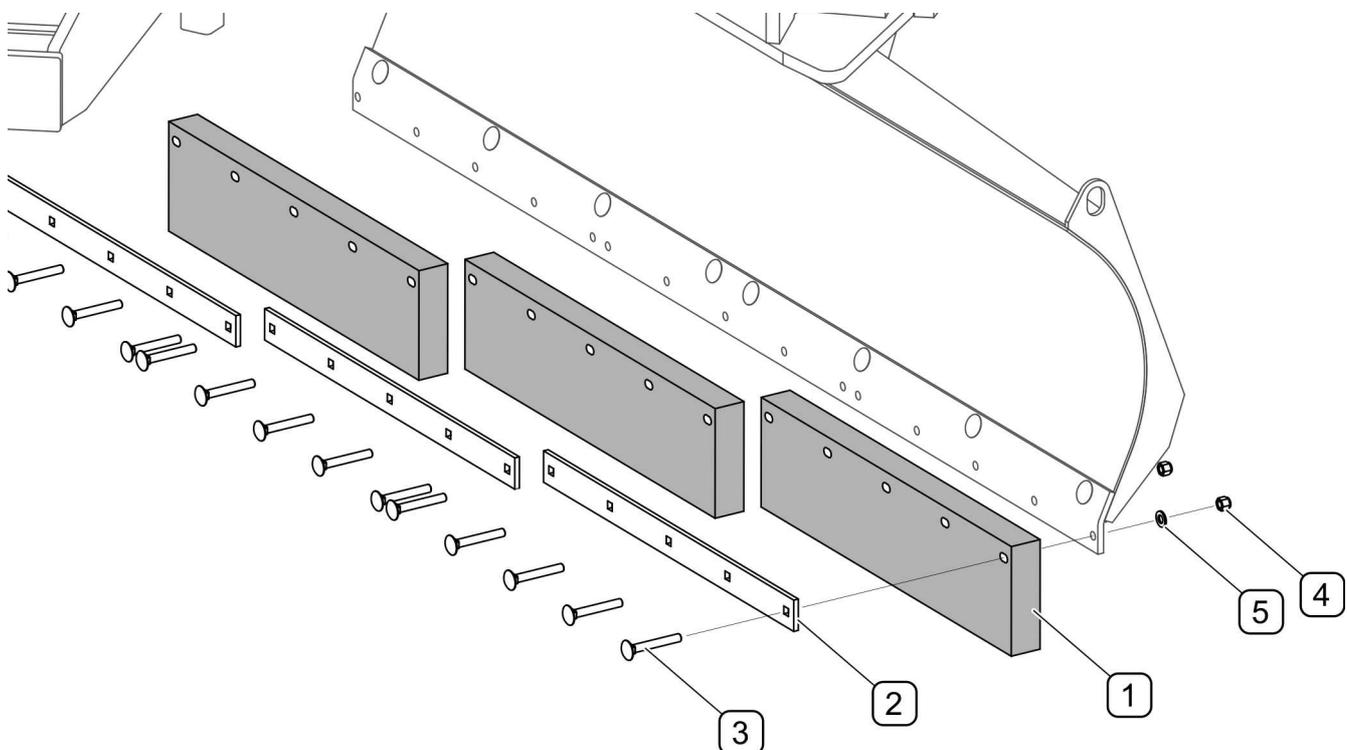

ABBILDUNG 5.1 Auswechseln von Gummiräumleisten
(1) - Gummiräumleiste; (2) - Andrückleiste; (3) - Schraube M12x90; (4) - Kontermutter M12;
Um die Gummiräumleiste abzunehmen (ABBILDUNG 5.1), müssen Sie die Mutter (4) des betreffenden Segments lösen und die Schraube (2) herausdrehen. Montieren Sie das neue Räumleistensegment (TABELLE 5.1).